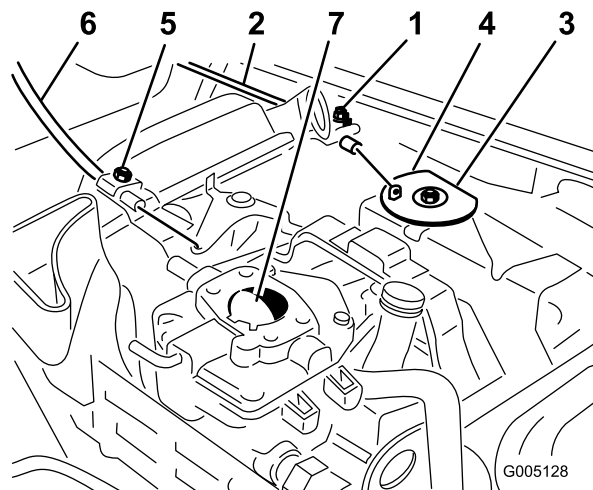

Figura 50
1. Liberte o parafuso que fixa o cabo ao motor (Figura 50).
3. Puxe o cabo do regulador até que a zona traseira da cavilha entre em contacto com o batente (Figura 50).
3. Puxe o cabo do ar até que a borboleta se encontre completamente fechada e em seguida aperte o parafuso de fixação do cabo (Figura 50).